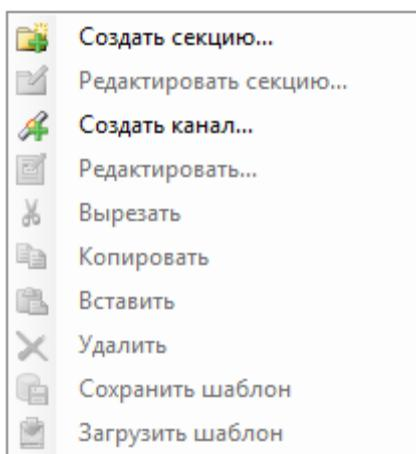

Рисунок 3.31 – Модуль MBMRTUServer (Slave). Общий вид контекстного меню
- 3 Вызвать контекстное меню и выбрать соответствующую команду (рисунок 3.31).